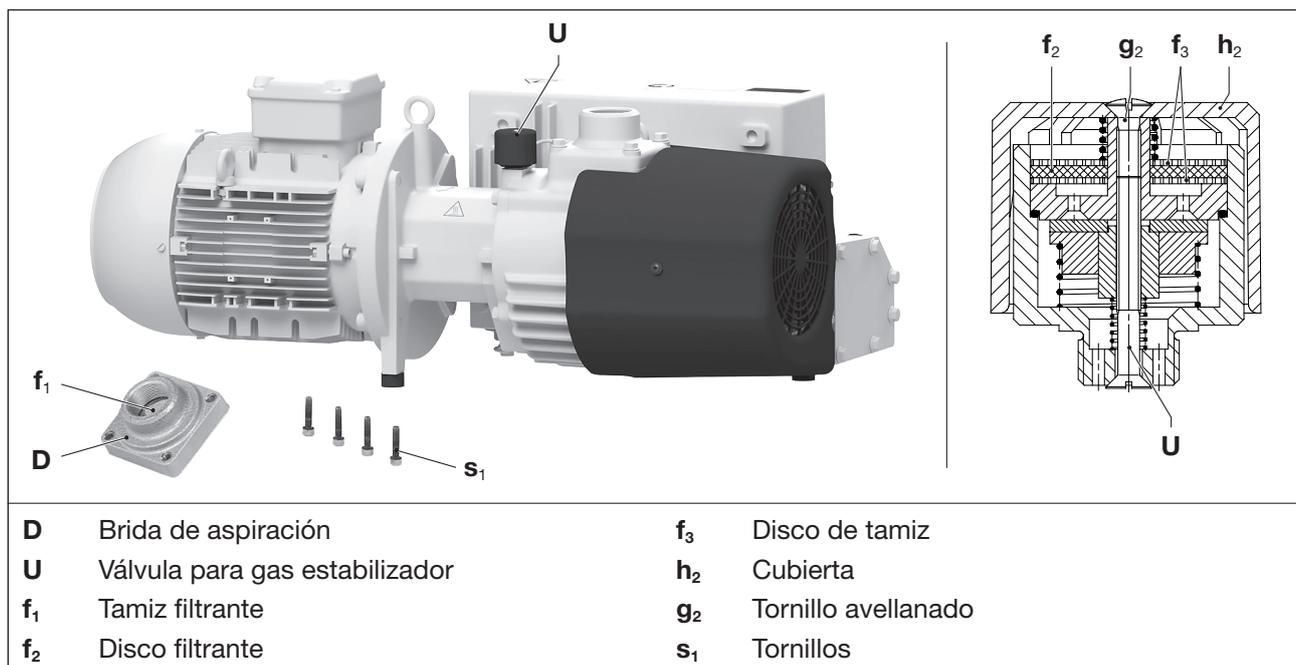

Fig. 6 Tamiz filtrante y válvula para gas estabilizador
El tamiz filtrante (Fig. 6/f1) se debe limpiar lavándolo o utilizando aire comprimido o sustituirlo con mayor o menor frecuencia en función del grado de suciedad del medio aspirado.
- c) Retirar la brida de aspiración (Fig. 6/D) tras aflojar los tornillos (Fig. 6/s1).
- d) Limpiar el tamiz filtrante (Fig. 6/f1).
- f) Colocar la brida de aspiración (Fig. 6/D) y fijarla con los tornillos (Fig. 6/s1). Par de apriete: 35 Nm
Las bombas funcionan con una válvula de lastre de gas (Fig. 6/U). Limpiar el disco filtrante (Fig. 6/f2) y las discos de tamiz (Fig. 6/f3) integrado con frecuencia variable según el grado de suciedad del medio aspirado. Para la VCX, limpiar los elementos filtrantes de ambas válvulas de lastre de gas.
- Aflojando los tornillos avellanados (Fig. 6/g2) y retirando la cubierta de plástico (Fig. 6/h2) se pueden extraer las piezas del filtro para su limpieza.
- Limpiar el disco filtrante (Fig. 6/f2) y los dos discos de tamiz (Fig. 6/f3) utilizando aire comprimido o sustituirlos.
- Coloque el disco filtrante (Fig. 6/f2) entre los discos de tamiz (Fig. 6/f3) e insértelo en la válvula. Colocar la cubierta de plástico (Fig. 6/h2) y fijarla con el tornillo avellanado (Fig. 6/g2). Apretar el tornillo a mano.